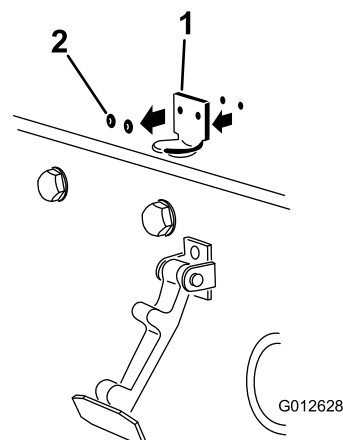

Figura 4
2. Îndepărtai cele 2 nituri care fixează suportul clichetului capotei pe capotă (Figura 4).